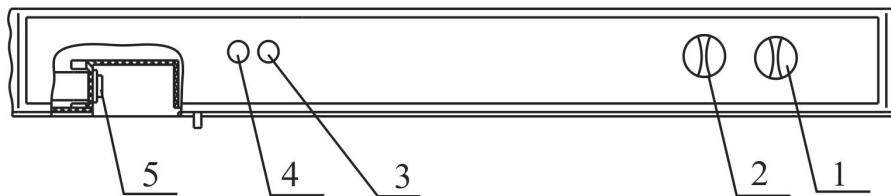

Рис. 2 Схема расположения приборов управления и сигнализации
6.1 Включение и отключение холодильника производится штепсельной вилкой сетевого шнура (не рекомендуется тянуть за сетевой шнур). Загоревшаяся зеленая лампа 2 (рис.2) на панели свидетельствует о том, что холодильник включен в электросеть. Желтая индикаторная лампа 3 горит при работе холодильника в режиме замораживания.
6.2 Температурный режим в камерах устанавливается путем поворота ручек терморегуляторов, расположенных на передней панели холодильника (рис.2), где:
6.3 Если Вы хотите сократить время замораживания продуктов, то можете использовать режим замораживания. Режим замораживания включается нажатием клавиши переключателя 5 (рис.2) . При этом на панели загорается индикаторная лампа 3 (рис.2).
ВНИМАНИЕ ! Не позднее 24 часов после загрузки последней партии продуктов переведите холодильник в режим хранения, нажав клавишу переключателя 5, при этом индикаторная лампа 3 (рис.2) гаснет.